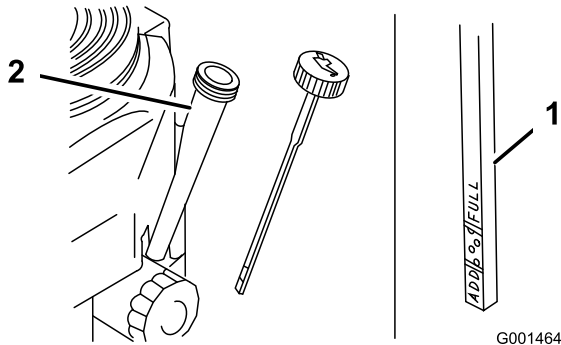

Bild 22
4. Reinigen Sie den Bereich um den Ölpeilstab (Bild 22), damit kein Schmutz in den Einfüllstutzen gelangen und den Motor beschädigen kann.
5. Schrauben Sie den Ölpeilstab heraus und wischen Sie das Metallende ab (Bild 22).
6. Schieben Sie den Ölpeilstab vollständig in den Einfüllstutzen (nicht in den Einfüllstutzen einschrauben) (Bild 22).
8. Gießen Sie ca. 80 % der angegebenen Ölmenge langsam in den Einfüllstutzen (Bild 22).